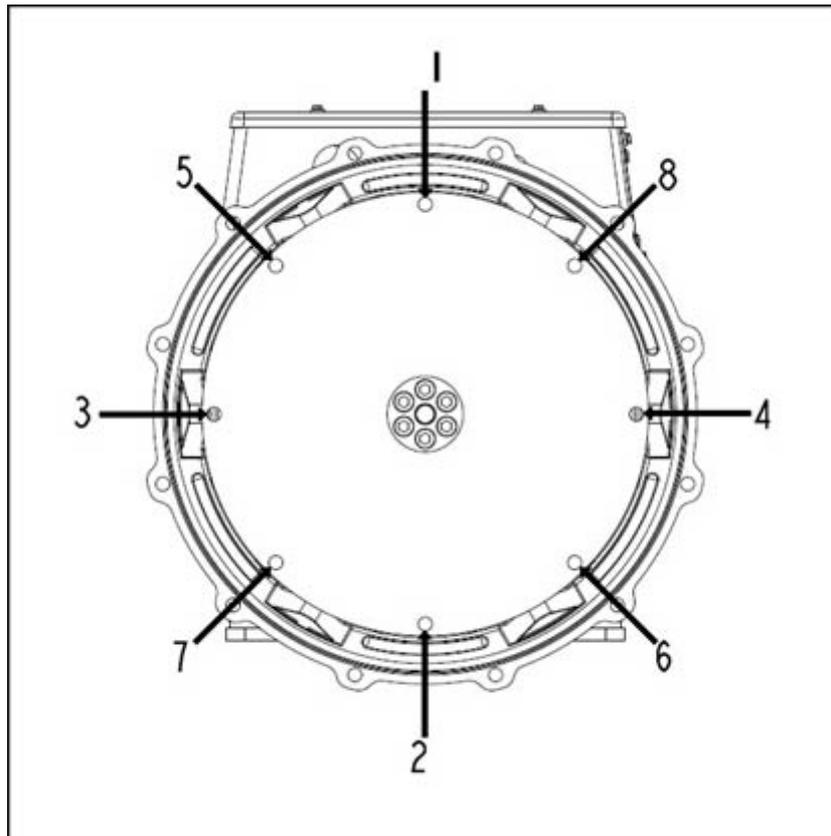

ABBILDUNG 22. REIHENFOLGE DER BEFESTIGUNG AN SCHWUNGRAD
10. Kupplungsbefestigungsschrauben am Schwungrad in der Reihenfolge festziehen wie dargestellt in Abbildung 22 auf Seite 42.